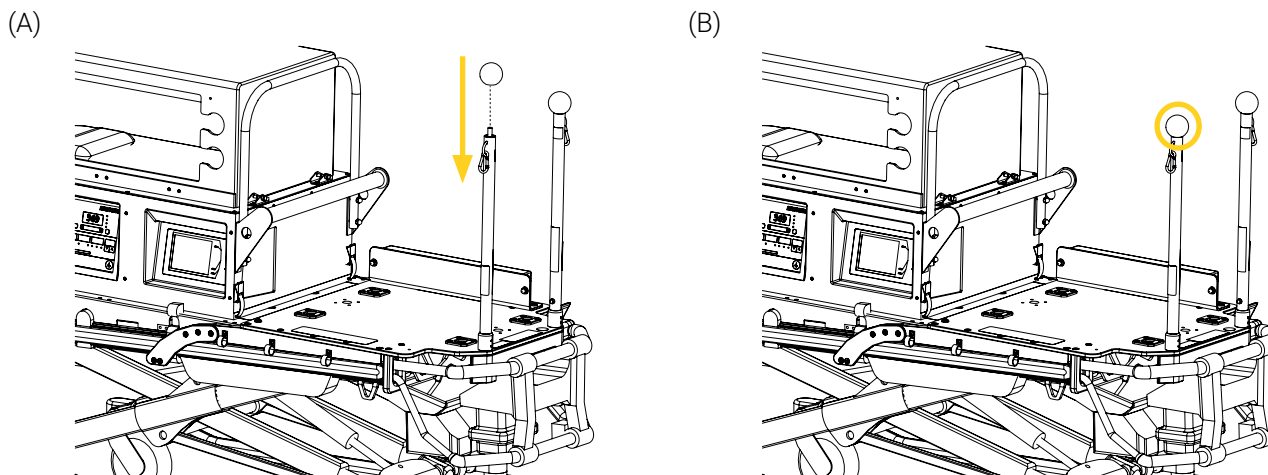

Figure 4: Installation du nouveau bouton
2. Installer le nouveau bouton sur la barre de poussée, puis le tourner dans le sens horaire jusqu'à ce qu'il soit serré (Figure 4).